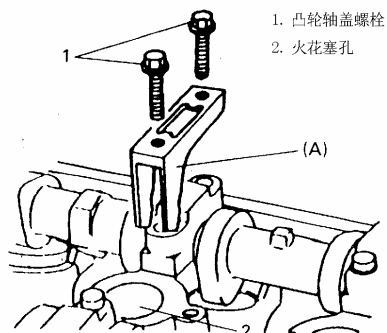

Рис. 4-139.
4). Как показано на Рис. 4-139, повернуть распределительный вал примерно на 90° по часовой стрелке, вынуть регулировочную прокладку.